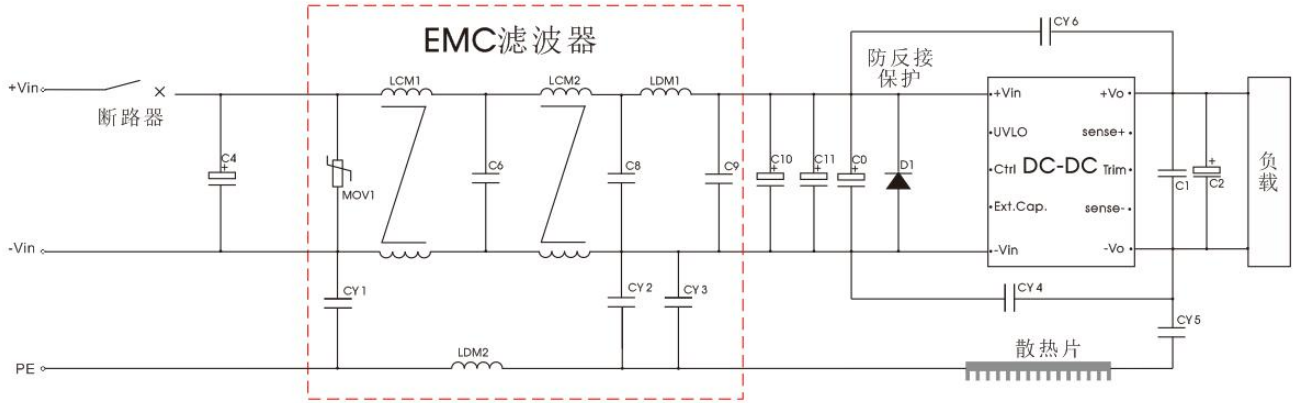

图 6
230MHz-1GHz	47dBuV/m at 10m (推荐电路见图 6)
2. EMC 滤波部分由模块电路组成，推荐电路和参数请参考图 6，也可以使用自搭电路；